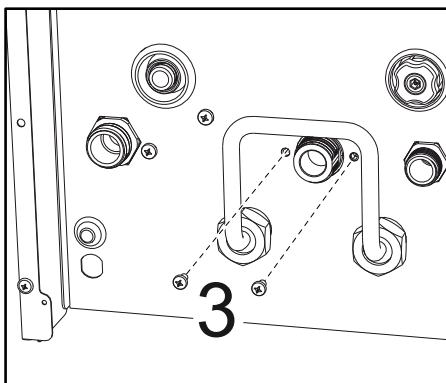

fig. 45
- Undo the screws "3" (fig. 45)